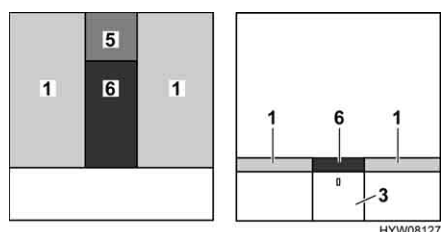

Fig. 83 Dopo la trasformazione
- Posizionare il cuscino aggiuntivo (Fig. 83,5) sul comodino da notte.
- Posizionare il cuscino aggiuntivo (Fig. 83,6) tra i materassi (Fig. 83,1).